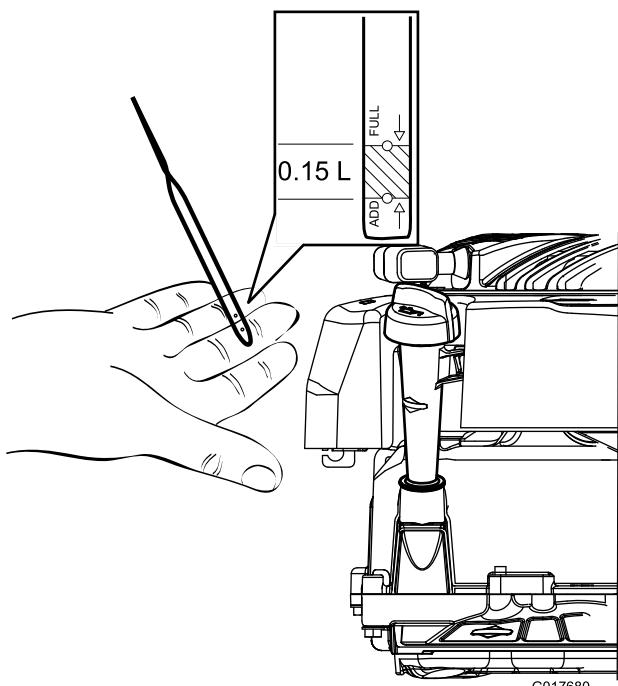

Figure 5
1. Retirez la jauge (Figure 5).
2. Versez de l'huile avec précaution dans le goulot de remplissage pour faire monter le niveau de liquide jusqu'au repère du plein (Full) sur la jauge (Figure 5 et Figure 6). Après avoir fait l'appoint d'huile, patientez 3 minutes avant de contrôler le niveau d'huile avec la jauge. Ne remplissez pas excessivement. (Niveau max. : 0,47 l, type : huile détergente SAE 30, classe de service API SF, SG, SH, SJ, SL ou supérieure.)